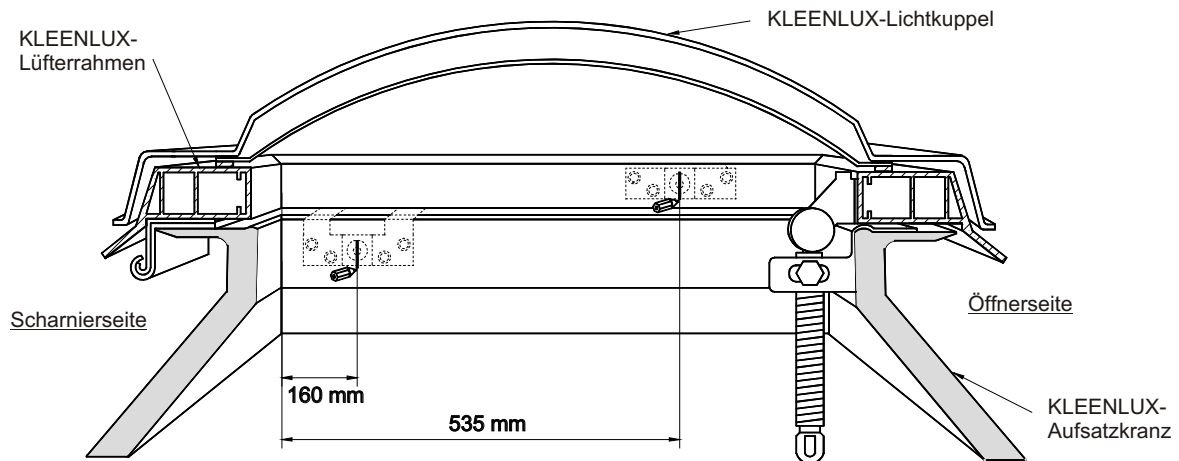

Abb. 2: Anzeichnen der Kugelkopf­konsolen
- ➊ Zeichnen Sie die Positionen der Kugelkopf­konsolen am Aufsatzkranz und Lüfter­rahmen an (Abb. 2). **HINWEIS:** Bei Nenng­rößen mit Solo-Gasdruckfeder werden die Konsolen von der Scharnier­seite aus gesehen links montiert!